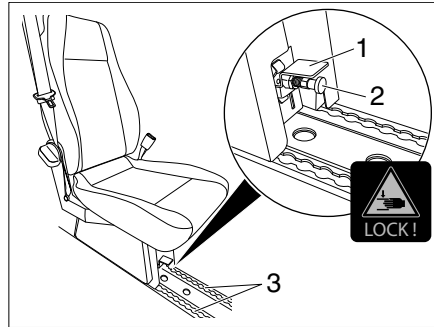

Fig. 20 Montage et démontage du siège individuel
- Tirer le levier de verrouillage (Fig. 20, 1) vers le haut.
- Soulever le siège individuel dans le rail (Fig. 20, 3).
- Tirer le boulon d'arrêt (Fig. 20, 2) et appuyer sur le levier de verrouillage (Fig. 20, 1) vers le bas.
- Appuyer légèrement vers le bas sur le boulon d'arrêt (Fig. 20, 2) sous le siège individuel et le tirer. Le dispositif de verrouillage se débloquera.
- Déplacer le siège individuel (Fig. 20, 2) et appuyer sur le levier de verrouillage (Fig. 20, 1) vers le bas. Le siège individuel est verrouillé.